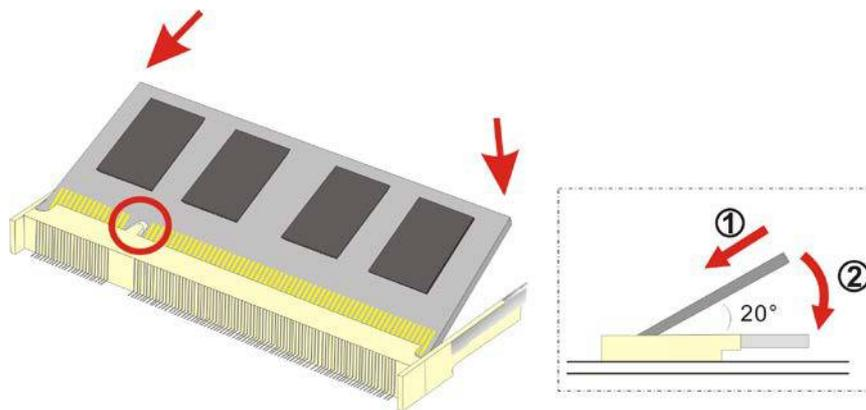

Abbildung 5-5: Installation DDR SO-DIMM Speichermodul
Schritt 5: Installieren Sie das neue Speichermodul, indem Sie es leicht angewinkelt in den Sockel drücken (**Abbildung 5-5**).
Schritt 6: Ziehen Sie die Halteklammern am Sockel vorsichtig ein Stück nach außen und drücken Sie das Speichermodul herunter. (**Abbildung 5-5**).